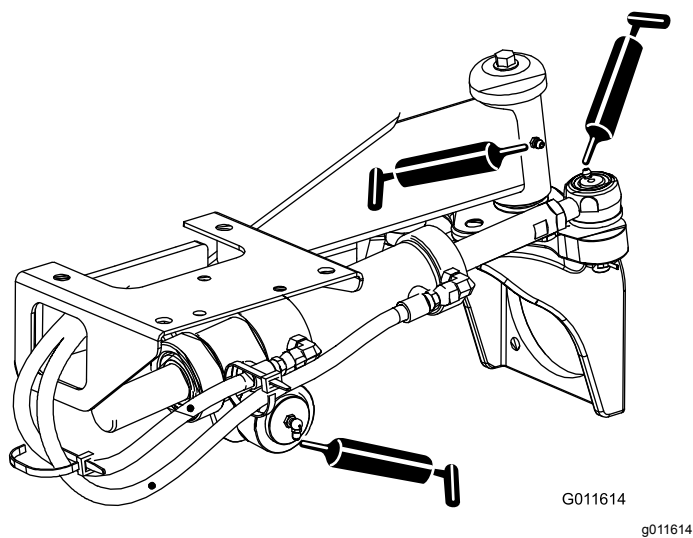

Bild 53
- Lenkzylinder-Kugelgelenke (2) und Hinterachse (1) (**Bild 53**)